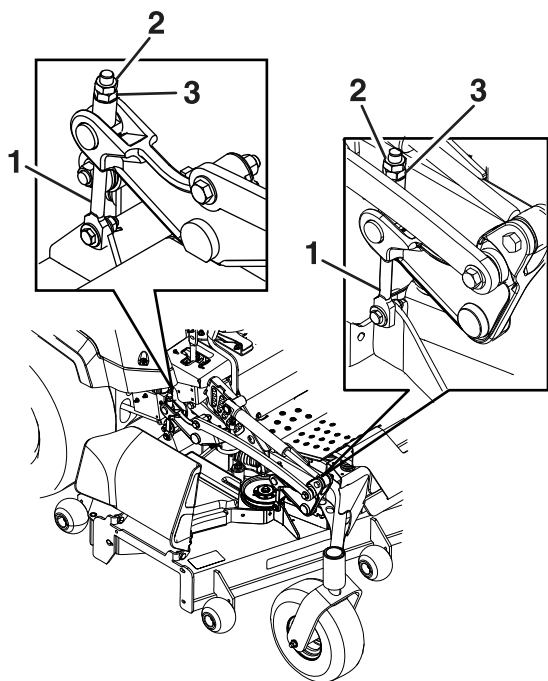

Figure 84
- Ajustez précisément le serrage de l'écrou de réglage sur l'ensemble de levage du tablier avant (Figure 84).